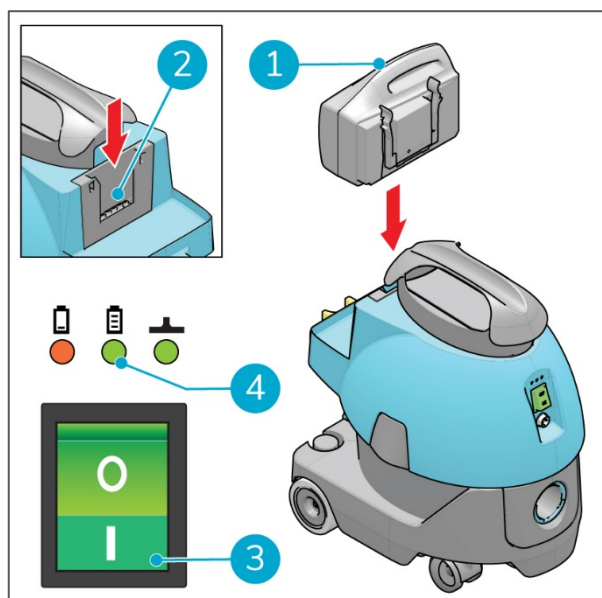

Abbildung 17
1. Setzen Sie den Akku (Figure 17, Pos. 1) in die Halterung (Figure 17, Pos. 2) ein. Er muss hörbar einrasten. Der Akku ist jetzt fixiert.
2. Drücken Sie den ON/OFF-Schalter (Figure 17, Pos. 3), um den i-vac 5B einzuschalten.
3. Beachten Sie die Akkustatus-LED über dem ON/OFF-Schalter (Figure 17, Pos. 4). Siehe Abschnitt 2.1.
4. Drücken Sie den ON/OFF-Schalter (Figure 17, Pos. 3), um den i-vac 5B auszuschalten.